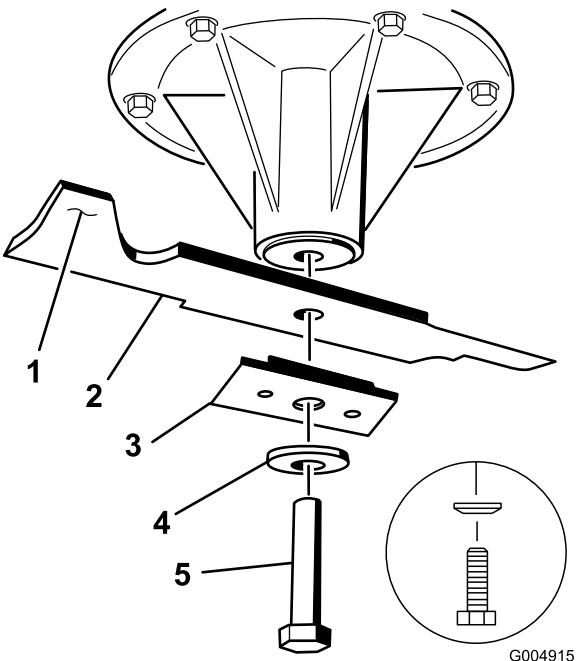

Figura 58
3. En las plataformas de cortacésped de 36 y 52 pulgadas, retire del eje el perno de la cuchilla, la arandela curva, el refuerzo y la cuchilla (Figura 58).
- En las plataformas de cortacésped de 36 y 52 pulgadas, instale la cuchilla, el refuerzo, la arandela curva y el perno de la cuchilla (Figura 58).